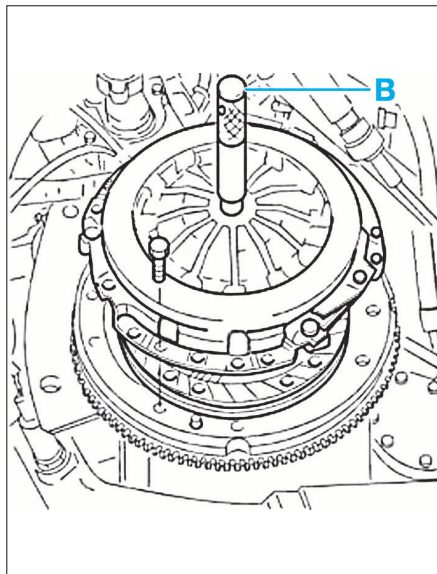

FIG. 2
- Positionner le disque sur le volant à l'aide de l'outil (B) de diamètre approprié (Fig. 2).